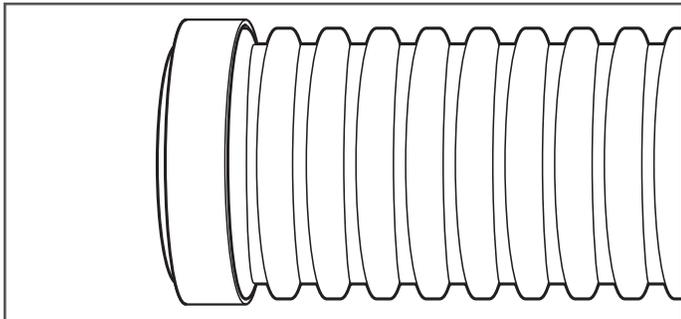

Figura 22-9
7. Recorte de modo parejo el extremo del tubo de revestimiento en la ranura de la ondulación. Instale el anillo de sujeción de goma en la ranura luego de la primera ondulación. Deslice el tubo de revestimiento en el acoplamiento de entrada hasta que la punta del anillo de sujeción de goma esté alineada con la punta del acoplamiento de entrada del tubo de revestimiento. (Figura 22-9)